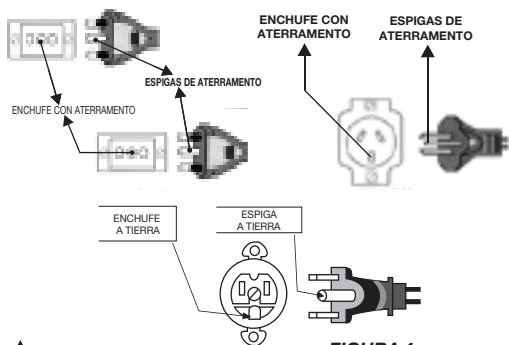

FIGURA 4
- 5.4 El cordón eléctrico con clavija como muestra la Figura 4, 3 clavijas. Tome cuidado para que sea conectado a un enchufe con la misma configuración. Adaptadores no deben ser utilizados.